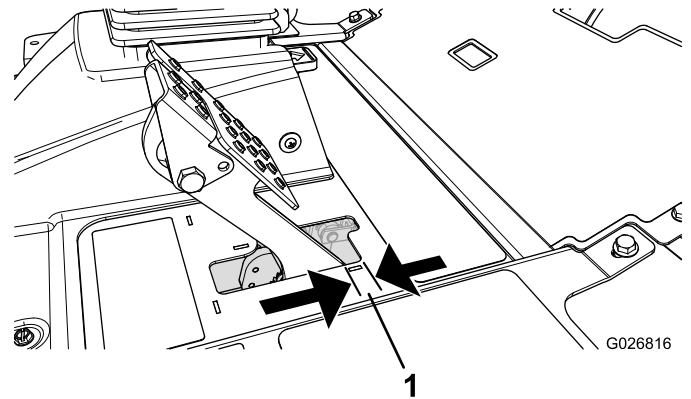

Figure 69
Régalez les freins si la garde à la pédale de frein est supérieure à 25 cm (Figure 69) ou si la force de maintien offerte est insuffisante. La garde est la distance parcourue par la pédale de frein avant que le freinage soit ressenti.
2. Serrez l'écrou arrière afin de pouvoir déplacer le câble en arrière jusqu'à obtention d'une garde aux pédales de frein de 6 à 13 mm (Figure 69), avant le blocage des roues.